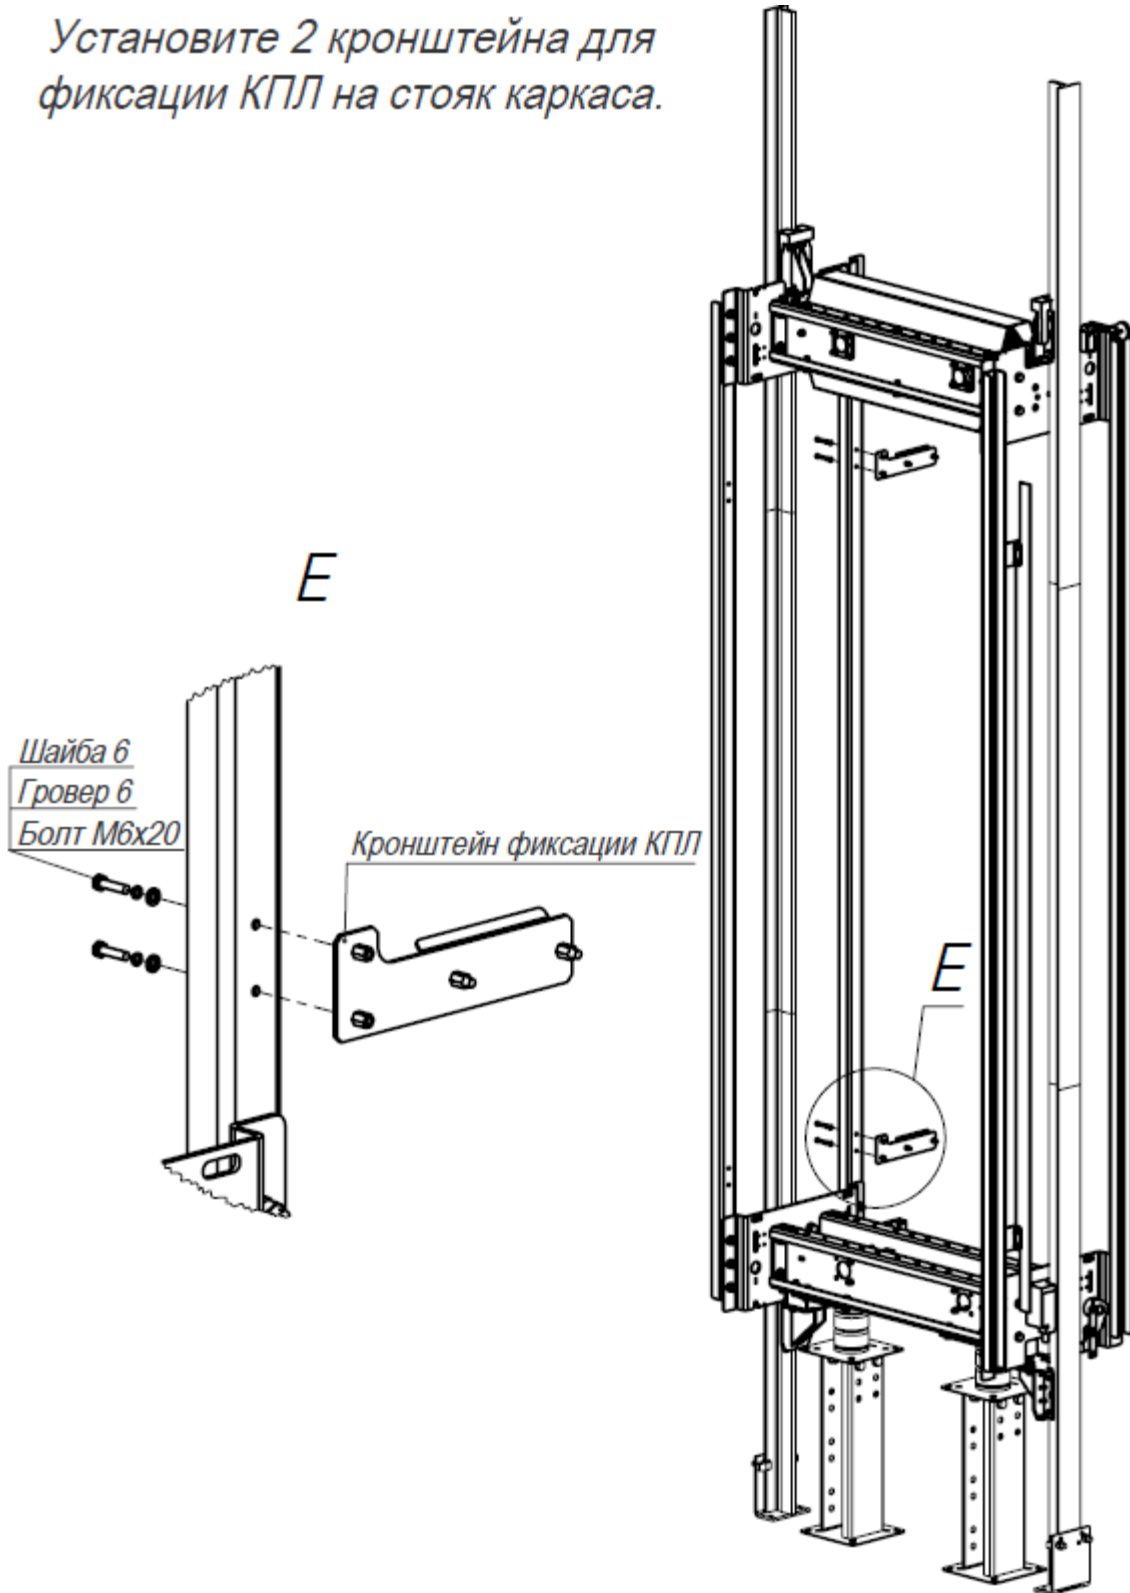

Рис. 19
7.1.4 Установить 2 кронштейна для фиксации КПЛ на стояк каркаса (рис. 19).